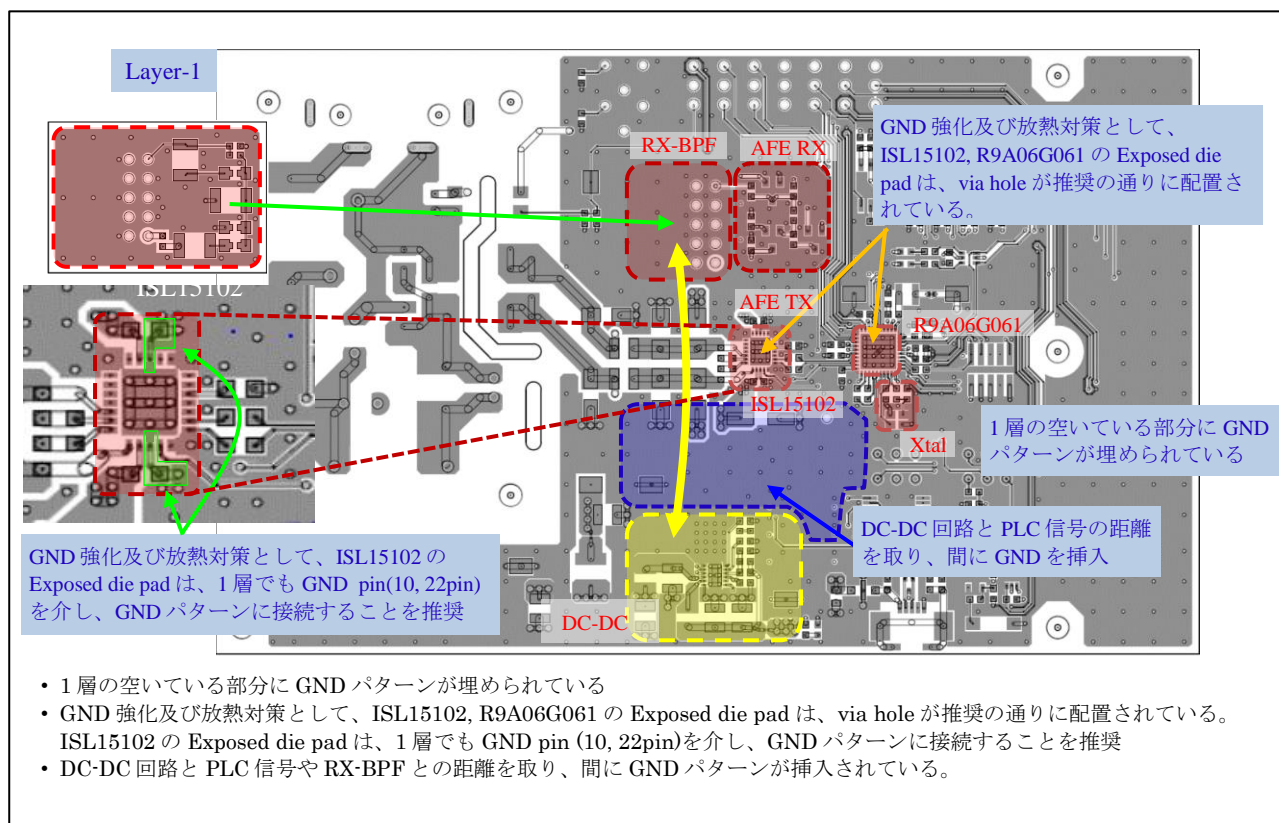

Figure 2-12 R9A06G061 と ISL15102 の Exposed die pad と GND パターンの接続例 (1 層)
- 1 層では、放熱性を高めるため、ISL15102 の Exposed die pad は極力 1 層の GND プレーンと接続してください。(1 層の接続例を Figure 2-12 に示します)